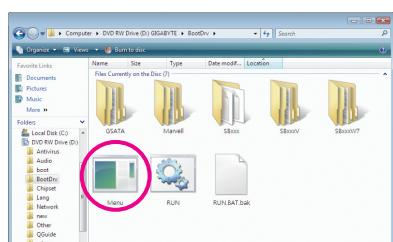
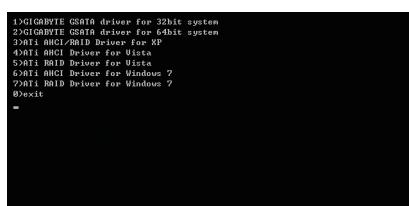

図3
図4
- 2: 光学ドライブフォルダから、BootDrvフォルダの **Menu.exe**ファイルをダブルクリックします（図3）。図4のようなコマンドプロンプトウインドウが開きます。
- 3: 空のフォーマット済みディスクを挿入します。インストールするオペレーティングシステムによっては、メニューから対応する文字を押すことでコントローラドライバを選択し、<Enter>を押します。例えば、図4でメニューから: